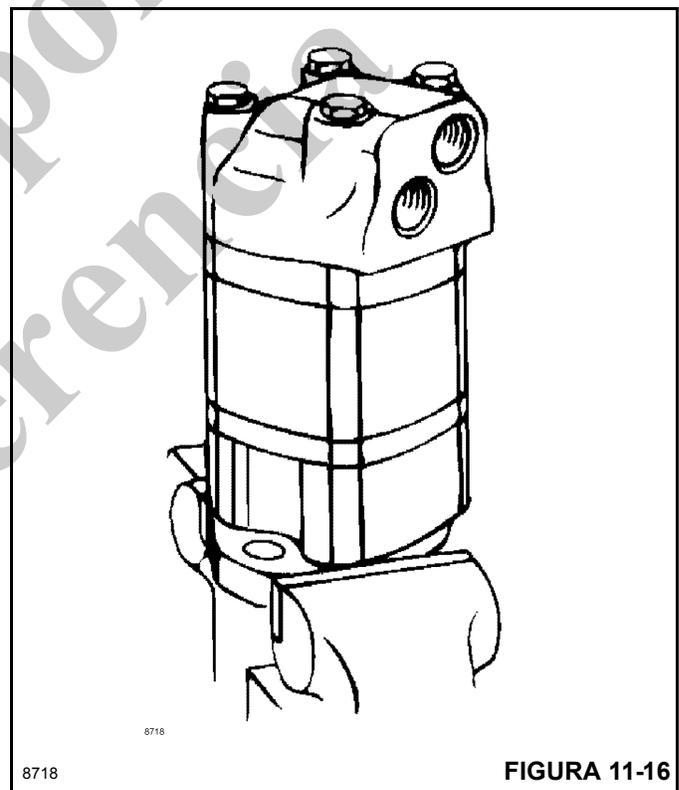

FIGURA 11-16
3. Fije la caja en el tornillo de banco; consulte la Figura 11-16.